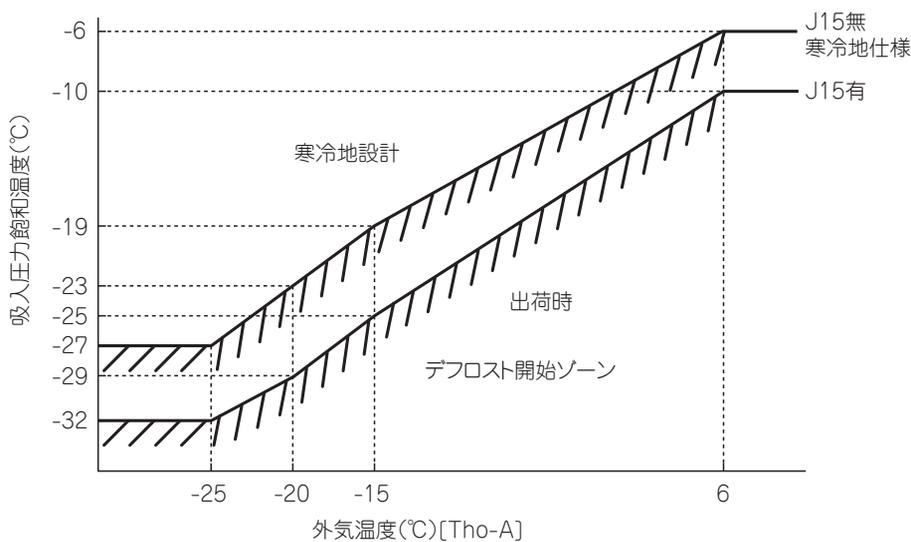

図2
- ・ 低圧センサによる吸入圧力飽和温度が、外気温度によって定まるデフロスト領域（図 2 参照）に 180 秒間継続して入った時。